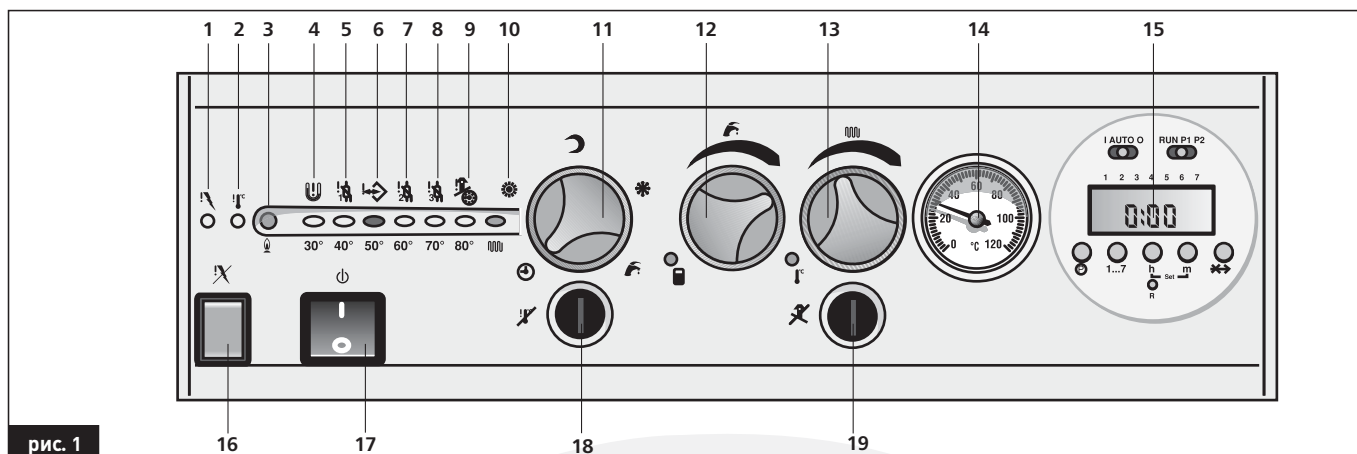

рис. 1
- Установить общий выключатель с подсветкой **17** (рис. 1) в положение **ON** (лампочка выключателя загорается).
- Когда температура отопительного контура опускается ниже установленного значения, загорается индикатор **10** (рис. 1);
**ВНИМАНИЕ:** При включении котла после долгого простоя, особенно если котел работает на сжиженном газе, запуск котла может быть затруднен. В этом случае перед пуском котла включите какие-либо газовые приборы (например, кухонную плиту, духовку и т.п.). Даже после таких действий котел может запускаться с трудом и блокироваться один или два раза. Осуществляйте перезапуск котла с помощью клавиши **16** (рис. 1).